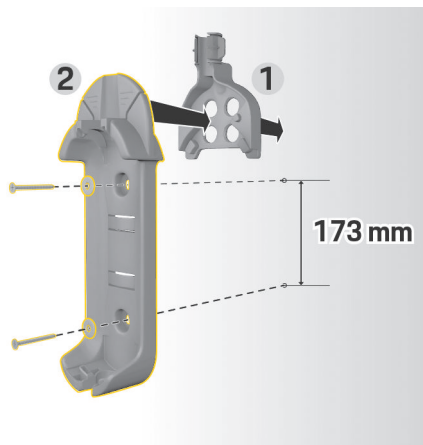

Fig. 94 Medidas de taladrado
3. Presione la base de soporte de pared 2 (Fig. 94) dentro de la guía de cables 1 (Fig. 94) desde delante.